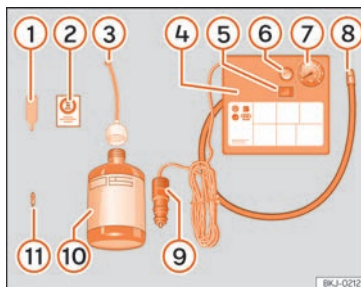

Fig. 41 Représentation standard : contenu du kit antirevaison.
Le kit antirevaison se trouve dans le coffre à bagages, sous le revêtement de plancher. Il inclut les composants suivants » **fig. 41** :
- Dévissez le capuchon et l'obus de la valve du pneu. Utilisez l'appareil » **fig. 41** 1 pour »
Agitez fortement la bouteille de produit de colmatage des pneus » » fig. 41 10.
Vissez le tuyau de gonflage » » fig. 41 3 sur la bouteille de produit de colmatage. Le plombage du goulot de la bouteille est automatiquement percé.
Retirez le bouchon du tuyau de remplissage » » fig. 41 3, puis vissez l'extrémité ouverte du tuyau sur la valve du pneu.
Placez de nouveau l'obus de valve sur la valve du pneu avec l'outil » » fig. 41 1.
Vissez le tuyau de gonflage du pneu du compresseur » » fig. 41 8 sur la valve du pneu.
Vérifiez si la vis d'évacuation d'air est serrée » » fig. 41 6.
Branchez le connecteur » » fig. 41 9 à une prise de courant de 12 volts du véhicule » » page 175.
Raccordez le compresseur d'air au commutateur ON/OFF » » fig. 41 5.
Collez l'autocollant » » fig. 41 2 sur le combiné d'instruments, dans le champ de vision du conducteur.
Revissez le tuyau de gonflage » » fig. 41 5 et vérifiez la pression du manomètre 6.